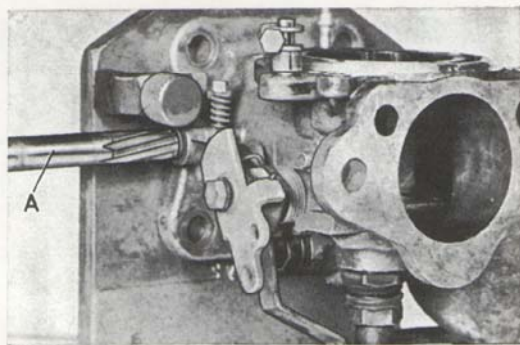

Bild 108. Brotskning av läge för bussning
2. Spänn fast stativ SVO 2603 i ett skruvstycke och sätt fast förgasaren i stativet med krokarna enligt bild 108. För arbete med SU-förgasare används stativets tjocka tapp. Se till att tappens hål kommer i linje med spjällaxelns hål.
3. Brotscha bort bussningarna samt upp hålen för spjällaxeln i huset med brotsch SVO 2880 (som alt. SVO 2400) bild 108. Drag ej tillbaka brotschen genom hålet, utan lossa fästet och skjut brotschen i arbetsriktningen genom hålet i bottenplattan. Göres brotschningen i pelarborrmaskin, måste lägsta hastighet användas samt brotschen spänns fast med omsorg så att den ej kastar. Kastar brotschen blir hålen för stora, bussningarna lossar och huset får skrotas.